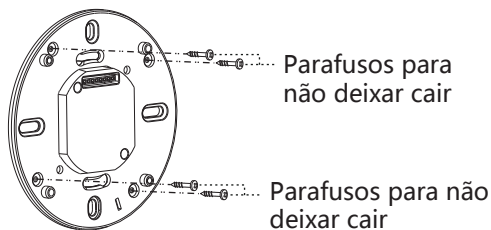

FIG.18
- Insira 4 unidades de parafusos para não cair nos orifícios correspondentes na placa de fixação do detetor e essas 4 unidades de parafusos não irão cair para proporcionar comodidade às instalações subsequentes (Consulte FIG. 18).